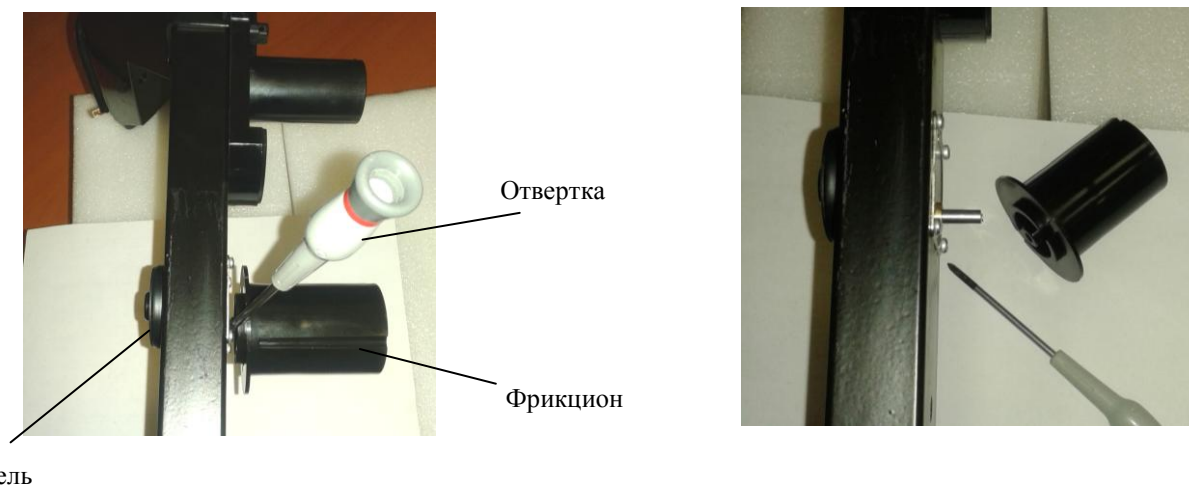

Рис. 7.16 - Снятие фрикциона
7.6.3.10.3 Рычагом (плоской отверткой) снять фрикцион с вала двигателя (Рис. 7.16).